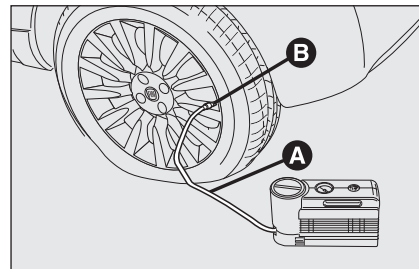

fig. 13
- ❑ **Accione el freno de mano.** Afloje el capuchón de la válvula del neumático, saque el tubo flexible de llenado **A-fig. 13** y apriete el casquillo **B** en la válvula del neumático;